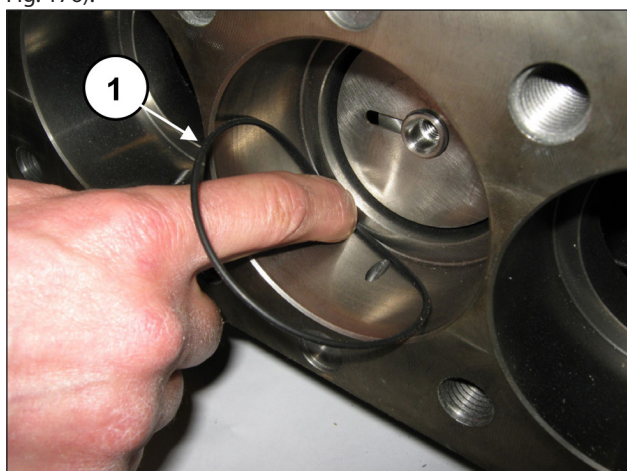

Fig. 176
Dégager le groupe support des joints et l'outil tampon. Déposer le joint torique du fond du support des joints au cas où il serait resté à l'intérieur du carter de pompe (rep. ①, Fig. 176).